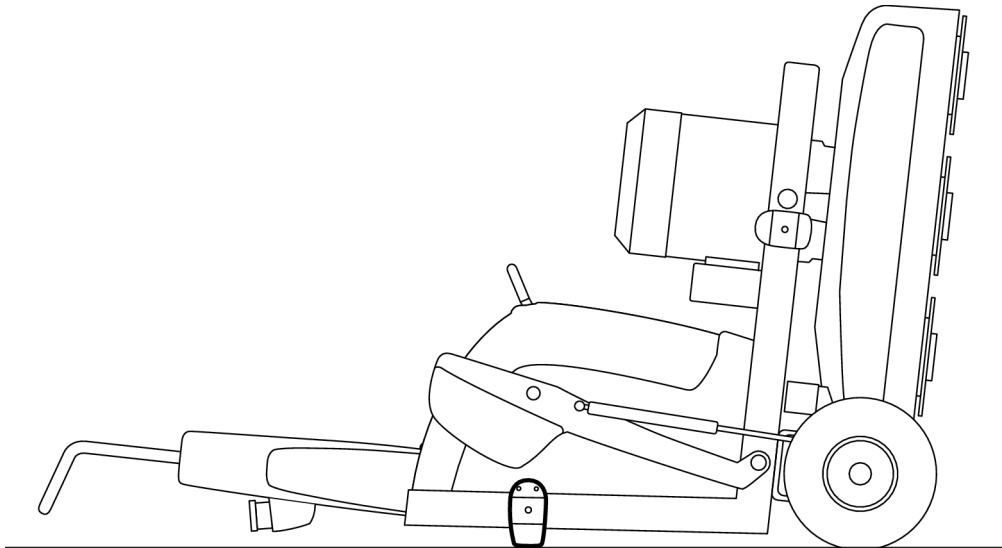

Figura 4-11. Bloqueio dos pesos no piso
4. Tombe a máquina ainda mais para trás, até estar deitada no piso, ver Figura 4-11, página 23.